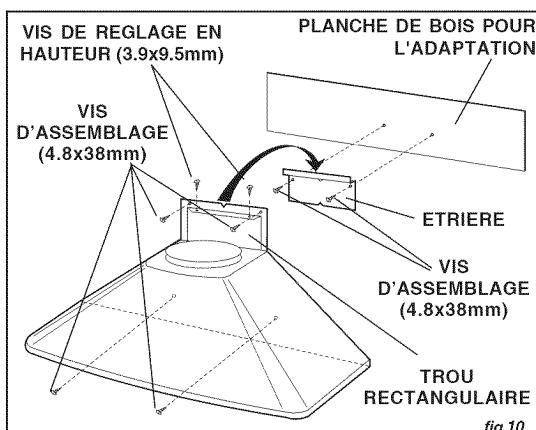

fig.10
3. Alignez l'ouverture rectangulaire située à l'arrière de la hotte avec le support de fixation murale. Abaissez lentement la hotte jusqu'à ce qu'elle s'emboîte avec le support. Fig.10
Niveau et fixez-la au moyen de deux (2) vis (4.8x38mm) de montage. Si vous ne disposez pas de poteaux de cloison ni d'armature, utilisez les ancre murales fournies. Fig.10